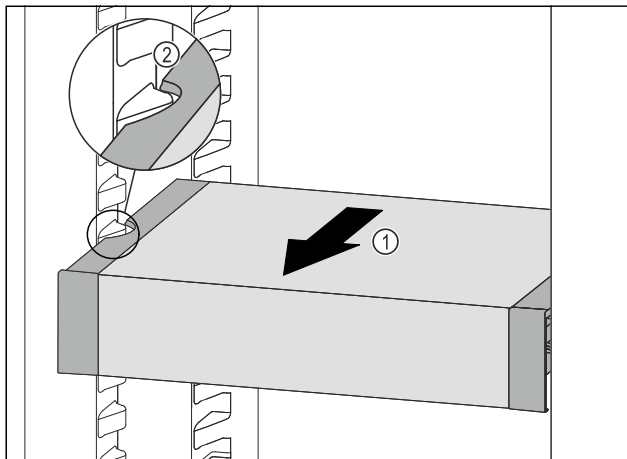

Fig. 89
- Tirare VarioSafe in avanti Fig. 89 (1) fino a quando le cavità laterali di VarioSafe non si trovano al livello della nervatura del contenitore nel vano frigorifero. Fig. 89 (2)